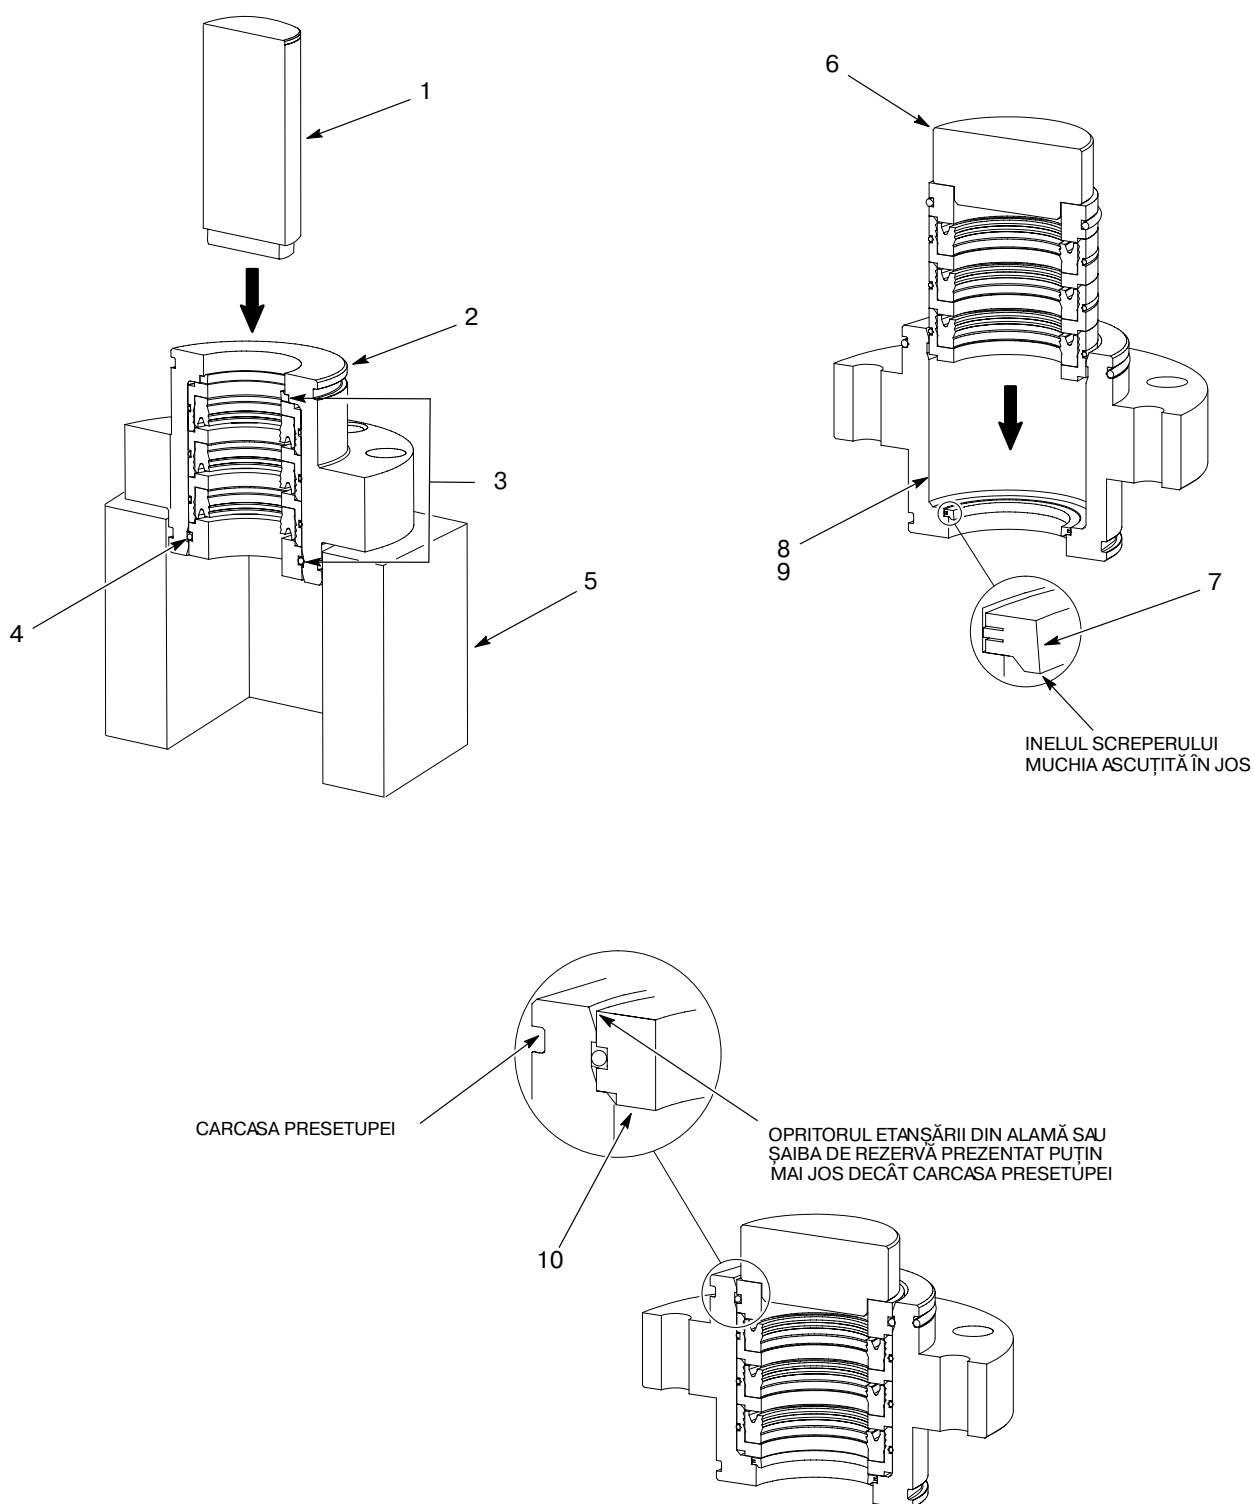

Figura 7 Înlocuirea pieselor interne ale presetupeii obișnuite
1. A se vedea Figura 7. Așezați carcasa presetupeii (2) pe un dispozitiv de fixare (5) cu capătul cupei de solvent orientat în sus.